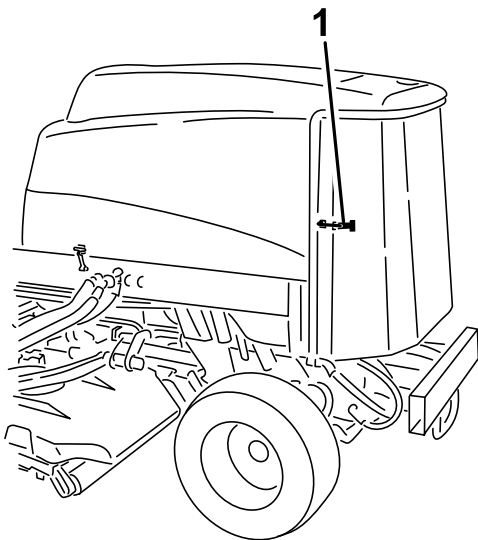

図 111
2. 後部スクリーンのラッチを外してスクリーンを開く 図 111。